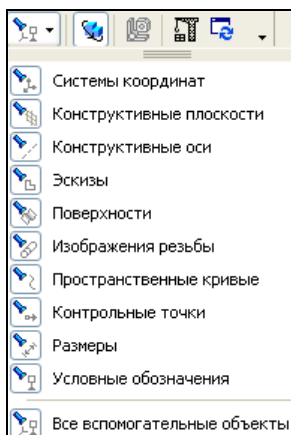

Рис. 4.6. Панель **Вид** со списком вспомогательных объектов
- ◆  **Скрыть все объекты** — содержит панель (рис. 4.6) со списком типов вспомогательных объектов в модели. Она открывается нажатием ЛК мыши на треугольник справа. Для скрытия вспомогательного объекта нажмите нужную пиктограмму объекта;